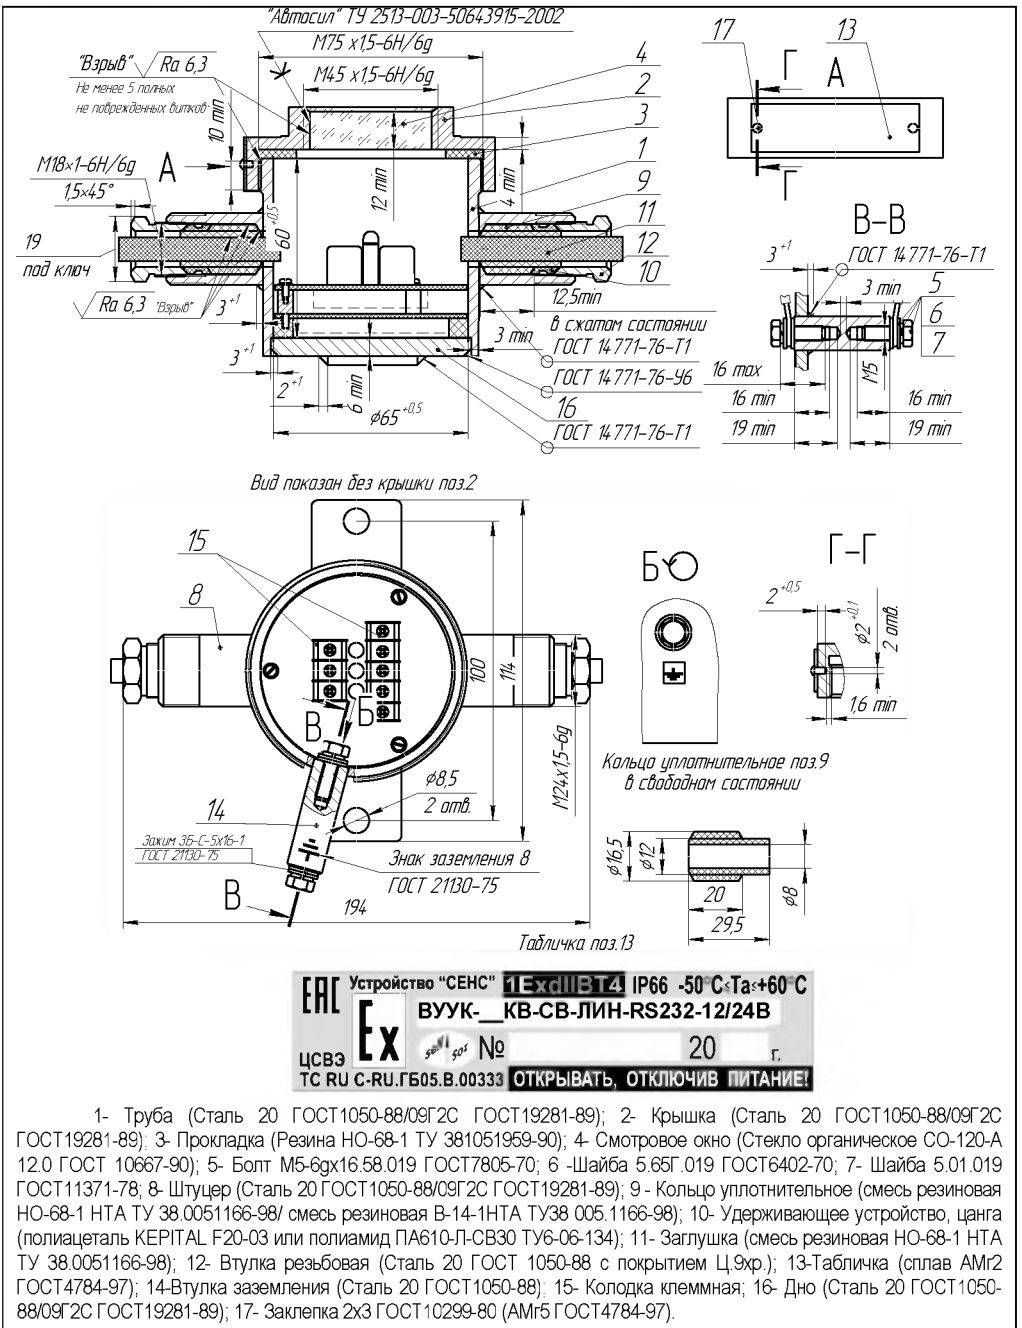

Рисунок 3 – Чертеж средств взрывозащиты адаптера
5.2.6 Сопряжения деталей, обеспечивающих взрывозащиту вида «d», показаны на чертеже средств взрывозащиты (рисунок 3), обозначены словом «Взрыв» с указанием параметров взрывозащиты.